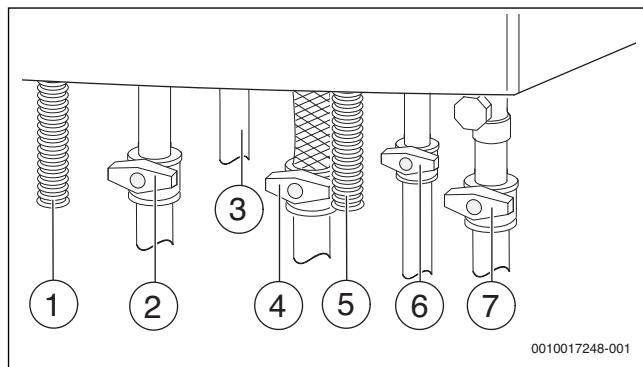

Fig. 26 Racorduri pe partea de gaz și apă (accesorii)
- ▶ Deschideți robinetul pentru apă rece (→ fig. 26) și, apoi, un robinet pentru apă caldă, până când curge apă.
- ▶ Deschideți robinetul pe turul încălzirii și cel pe returnul încălzirii (→ fig 26).